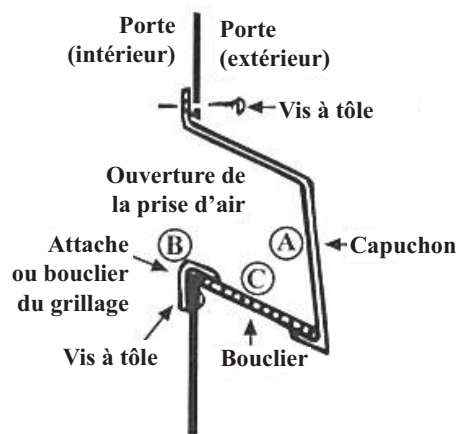

Figure 6. Ensemble du capuchon d'entrée d'air
**REMARQUE :** Les pièces montrées dans la **Figure 6** peuvent être attachées à l'intérieur de l'une ou des deux portes d'accès au moment de l'expédition pour faciliter l'emballage. Elles doivent être retirées de l'intérieur des portes d'accès, puis installées à l'extérieur comme montré. Le capuchon d'entrée d'air se compose des pièces montrées dans la **Figure 6** : capuchon d'entrée d'air (A), attache ou bouclier du grillage (B) et grillage (C). Sur les appareils de taille 75, 100 et 125, l'attache du grillage sert de bouclier et aucun grillage n'est utilisé. Sur les appareils de taille 150 à 400, utilisez l'attache du grillage *ainsi que le grillage*.
2. Fixez l'attache ou le bouclier du grillage (B) (voir **Figure 6**) à l'aide de vis à tête (têtes vers l'extérieur).
3. Fixez le capuchon d'entrée d'air (A) (voir **Figure 6**) dans le haut seulement à l'aide de vis à tête (ne serrez pas).
4. Insérez le grillage (C) (voir **Figure 6**) sous l'attache (B) et par-dessus la semelle inférieure du capuchon d'entrée d'air (A), puis fixez le capuchon sur les côtés à l'aide de vis à tête. Serrez des vis à tête pour le fixer en place.